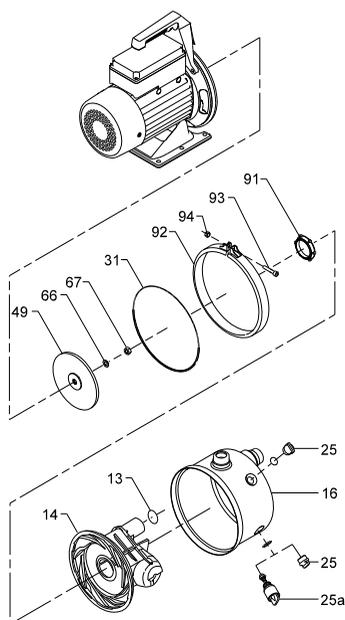

Fig. 6 Sprängskiss av jetpump
Nedanstående positionsnummer hänvisar till fig. 6.
Vid beställning av reservdelar, ange positionsnummer i fig. 6 och pumpens data som står på typskylten.
**Anm.** Pumpen i fig. 6 kan skilja sig från det verkliga utförandet.